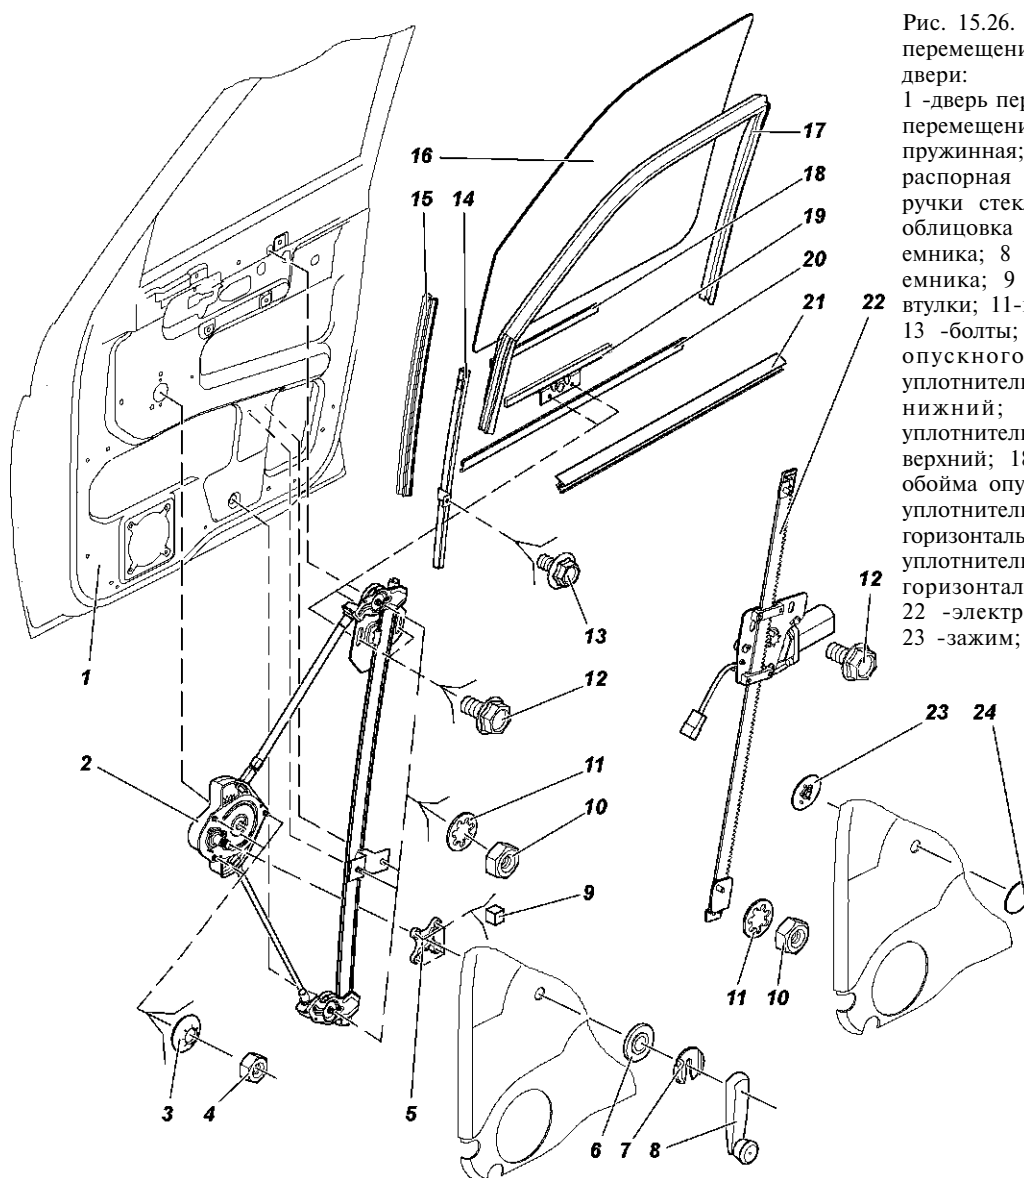

Рис. 15.26. Стекло и механизм перемещения стекла передней двери:
1. Снимите ручку стеклоподъемника. Для этого нажмите на обивку двери около оси ручки 8 (рис. 15.26) стеклоподъемника, освободив из зацепления облицовку 7 с розеткой 6. Выньте облицовку 7 и снимите ручку 8 и розетку 6.
3. Снимите распорную втулку 5 (см. рис. 15.26) с буферами 9.